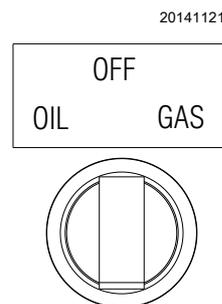

图 36
- ▶ 燃料转换器置于 “**燃气 (GAS)**” 位置 (图 36)。